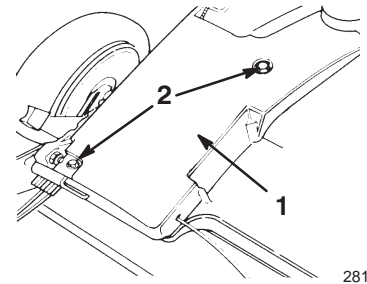

Bild 34
2. Entfernen Sie die Schrauben, mit denen die Riemenabdeckung (Bild 34) am Schneidwerk abgesichert wird.